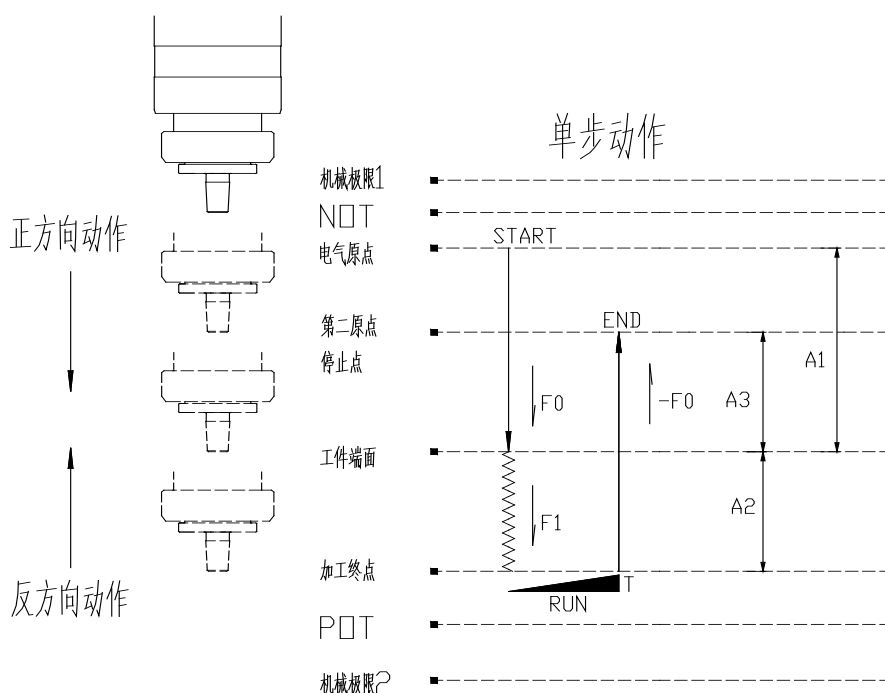

图 10-2 单步模式动作图
(2) 在自动周期中 (RUN) CHOOSE1 和 CHOOSE2 不管如何选择都视为无效,直到周期完成 (END) 后才生效。
(3) 各模式自动周期需在原点复位完成和自动状态下通过 START 信号 (上升沿有效) 来触发。
(4) 周期开始后伺服驱动器输出 RUN 信号 (高电平输出), 单步模式时 (图 10-2): 初期马达以 F0 (P7.01) 为速度正向前进 A1 (P7.02) 行程, 至工件表面时马达以 F1 (P7.05) 为切削速度时的转速, 切削加工 A2 (P7.03) 行程后驻停, 延时 T0 (P7.08) 后以 -F0 为速度反向动作 A2 (P7.03)+A3 (P7.04) 距离, 回到第二原点, 加工周期完成, 伺服输出信号周期完成信号 END (高电平输出), 此时 RUN 信号停止输出。当 START 信号再次被触发时, END 信号停止输出, RUN 信号再次输出。第二周期初期马达还是以 F0 (P7.01) 为速度正向前进, 行程从第一周期时的 A1 (P7.02) 变为 A3 (P7.04)。
(5) RUN 信号可以带外部继电器来带动接触器从而控制异步马达, 从而驱动主轴运转。另外也可以用 RUN 信号来控制 (如变频器等) 调速装置的启停, ORD、GND 输出的模拟信号作为调速装置的给定, 控制异步马达来实现主轴的驱动。
(6) ORD、GND 为模拟输出口和模拟地, 伺服上电后 ORD 口会在三种钻孔模式下, 自动运行时输出一定的电压值 (根据设置的主轴转速 r0 (P7.09) 和模拟输出增益 P (P7.27) 决定), 攻丝模式时该功能口不会输出任何电压。请在不使用该功能时务必妥善处理两个线头。